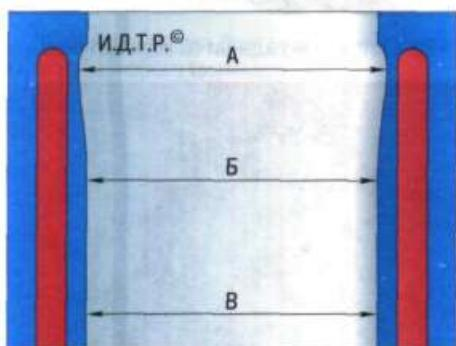

Рис. 5.11. Схема измерения цилиндров: А – пояс наибольшего износа; Б – зона измерения после растачивания и хонингования; В – пояс наименьшего износа
3. Определите нутрометром фактические диаметры цилиндров. Диаметр цилиндра измеряйте в трех поясах (рис. 5.11). В каждом поясу диаметр измеряют в двух взаимно перпендикулярных направлениях (продольном и поперечном). В зоне над поясом А (на расстоянии 5 мм от плоскости разъема с головкой блока) цилиндры практически не изнашиваются. По разнице размеров в этой зоне и в остальных поясах можно судить об износе цилиндров. Номинальный размер цилиндра 76,495–76,505 мм, овальность и конусность не должны превышать 0,0065 мм. Если максимальное значение износа больше 0,15 мм или овальность превышает указанное